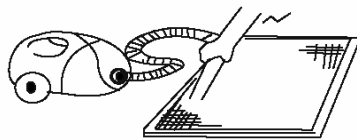

Abb. 1
- Wenn Sie den Filter mit einem Staubsauger reinigen, muss die Innenseite nach außen gewendet werden. (Siehe Abb. 1)